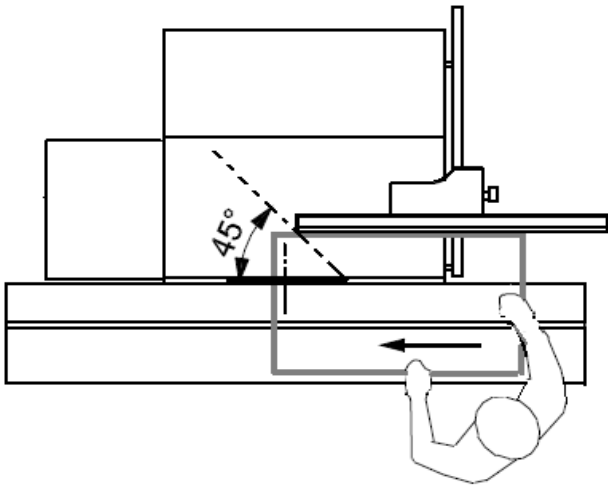

Fig 23.2
-Bei Längsschnitten unter Verwendung des Parallelanschlages ist dieser so einzustellen, dass sein Ende in etwa auf einer gedachten 45° Linie ab Vorderkante-Sägeblatt liegt. Dadurch wird ein Verkleben der abgeschnittenen Werkstücke zwischen Sägeblatt und Anschlagsschiene vermieden (siehe Fig 23.2).